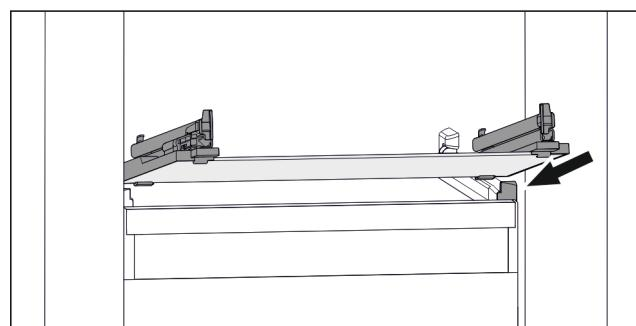

Fig. 98 Príklad zobrazenia sklenej dosky
- Nasadte sklenenú dosku šikmo za zarážkami. (pozri Fig. 98)